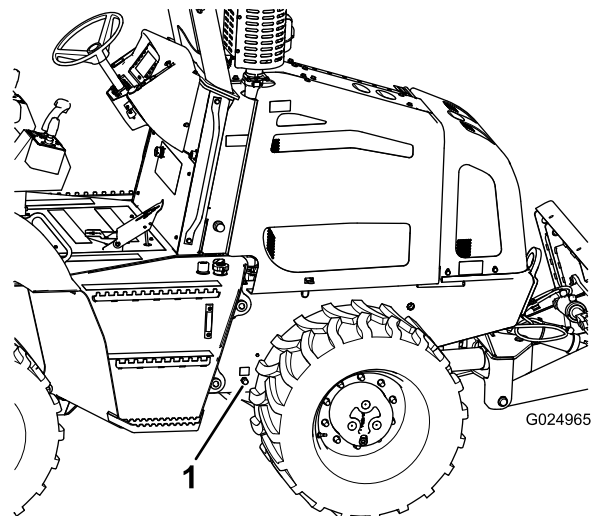

Рисунок 69
4. Установите сливной поддон с минимальной емкостью 20 л (21 кварта США) под штуцер слива масла из двигателя (Рисунок 69).
5. Снимите пробку со сливного штуцера и дайте моторному маслу полностью стечь (Рисунок 69).
- Установите пробку на сливной штуцер (Рисунок 69).
- Снимите крышку маслозаливной горловины с крышки клапанной коробки, повернув крышку и потянув ее вверх (Рисунок 69).